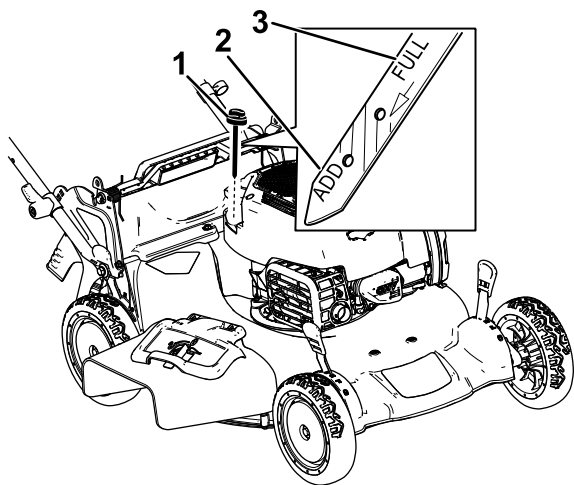

Figure 31
3. Tournez le bouchon dans le sens antihoraire et sortez la jauge (Figure 31).
10. Vérifiez le niveau d'huile indiqué par la jauge (Figure 31).